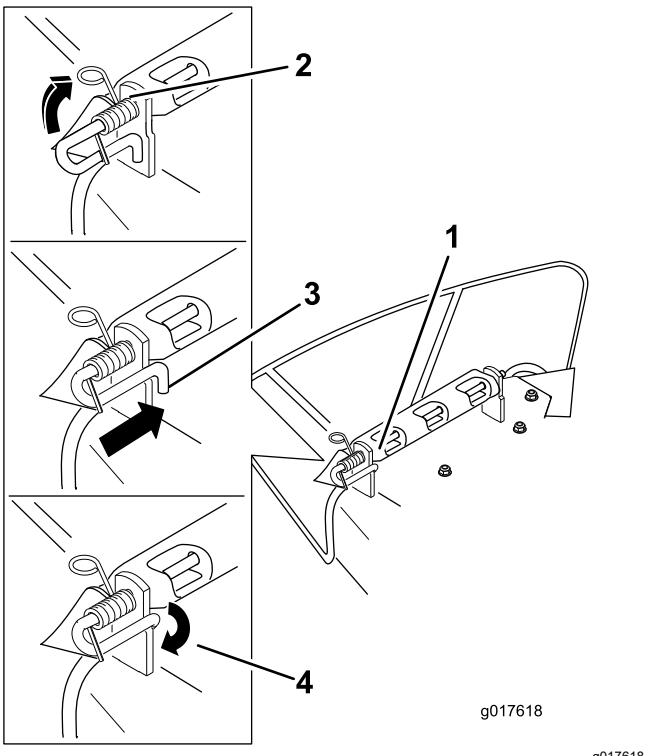

Figure 80
- Positionnez le nouveau déflecteur d'éjection en plaçant les extrémités du support entre les supports soudés du plateau, comme montré à la Figure 80.
- Positionnez le ressort sur la tige comme montré à la Figure 80, de sorte que l'extrémité la plus courte du ressort sorte du dessous de la tige avant le coude et passe par-dessus la tige à son retour.
- Soulevez le côté du ressort avec la boucle et placez-le dans le cran du support de déflecteur (Figure 80).
- Fixez l'ensemble tige et ressort en le tournant de sorte à placer l'extrémité courte de la tige derrière le support avant soudé au plateau de coupe (Figure 80).